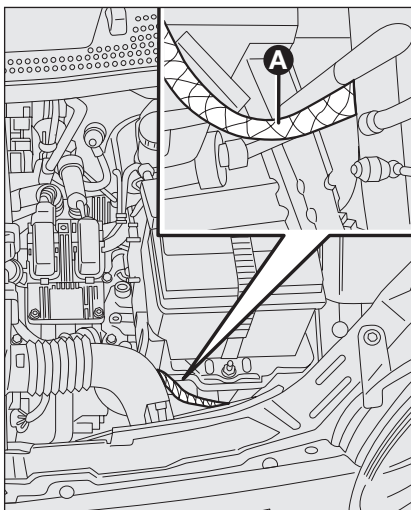

fig. 1a - Duratec versions
- Ligue, através do segundo cabo, o terminal negativo (-) da bateria auxiliar a um ponto de massa **A** do veículo a arrancar (ilustrado na **fig. 1a-1b**);